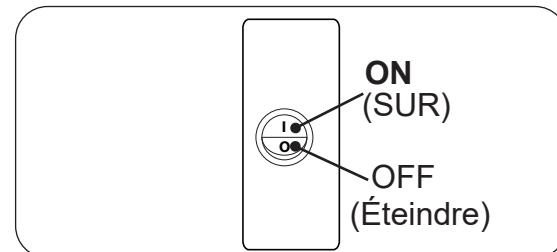

Fig. 36-2 Boîte de commutation, ON/OFF
2. Repérez l'interrupteur ON/OFF sur le devant de la boîte de commutation. Appuyez sur l'interrupteur sur la position **ON (I)**. Voir Fig. 36-2.
Vérifiez périodiquement le pilote pour le modèle de la flamme. La flamme de la veilleuse devrait encercler le thermocouple, et est préréglé en usine (voir Fig. 36-2).